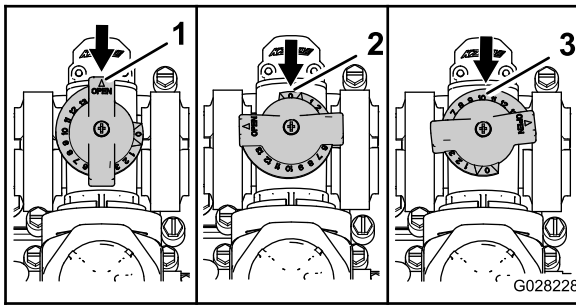

Figura 49
- A válvula de derivação da agitação está na posição totalmente ABERTA, como se mostra na Figura 49.
- A válvula de derivação da agitação está na posição FECHADA (0), como se mostra na Figura 49.
- A válvula de derivação da agitação está numa posição INTERMÉDIA (ajustada em relação ao indicador de pressão para o sistema de pulverização), como se mostra na Figura 49.